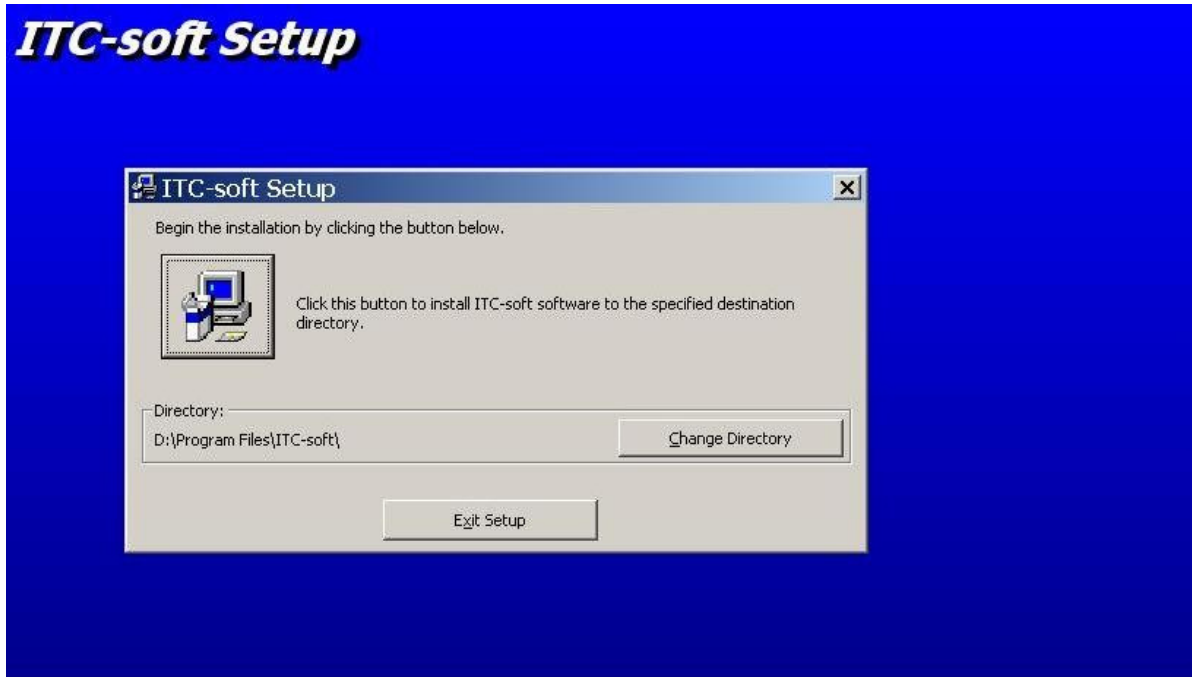

Рис. 2
2. Запустите программу Setup.exe (Рис. 2).